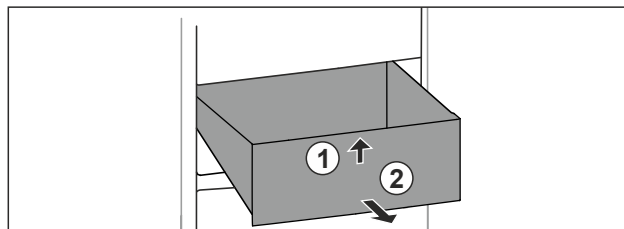

Fig. 21
- ▶ Nadzvedněte zásuvku vpředu. Fig. 21 (1)
- ▶ Vyjměte zásuvku dopředu. Fig. 21 (2)